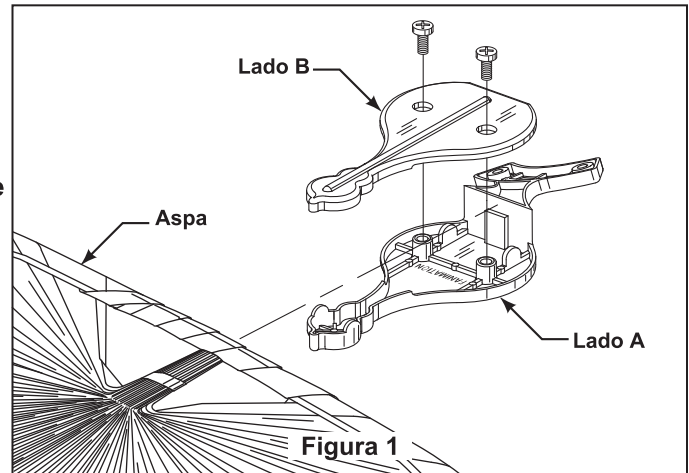

Figura 1
- ☐ 6. Ajuste ambos tornillos para asegurar el aspa (Figura 1).